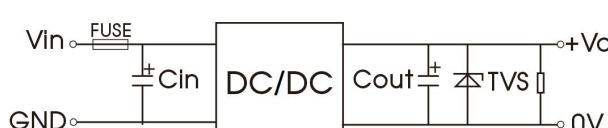

图 8
- (1)产品测试及应用时, 请按照(图 8)推荐的测试电路进行; 至少保障外接一个电解电容  $C_{in}$  ( $\geq 1000\mu F$ ), 用于抑制输入端可能产生的浪涌电压;
- (2)如果产品输入端并联瞬变能量较大的电路(如并联电机驱动电路), 或会导致产品输入电压被拉低, 此时关注产品输入电压的波动, 建议适当增大输入端电解电容  $C_{in}$  的容值, 以保障输入端电压稳定, 避免输入电压低于欠压保护点导致产品重复启动的情况;
- (3)如果产品输出端为感性负载时(如继电器、电机), 建议增大输出电容  $C_{out}$  容值, 并增加 TVS 管, 用以滤除电压尖峰;
- (4)如需进一步减少输入输出纹波, 可适当加大外接电容  $C_{in}$ 、 $C_{out}$  容值或选用串联等效阻抗值小的外接电容。